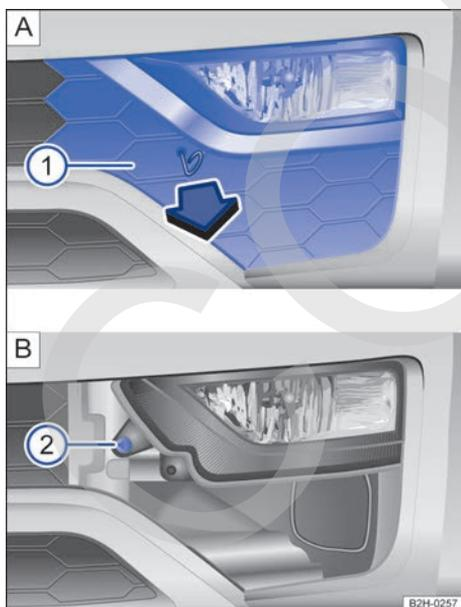

Fig. 193 En el lado derecho del paragolpes delantero: desmontar el faro.
2.	Saque el gancho de alambre de las herramientas de a bordo y engánchelo en el orificio de la cubierta → fig. 193  . Retire la cubierta → fig. 193   tirando hacia delante, en el sentido de la flecha, y dado el caso déjela colgando con cuidado del cable del sensor del ParkPilot.
3.	Desenrosque el tornillo de fijación → fig. 193   con el destornillador de las herramientas de a bordo → página 291.
11.	Apriete el tornillo de fijación → fig. 193  con el destornillador.
12.	Coloque la cubierta en el paragolpes → fig. 193   .